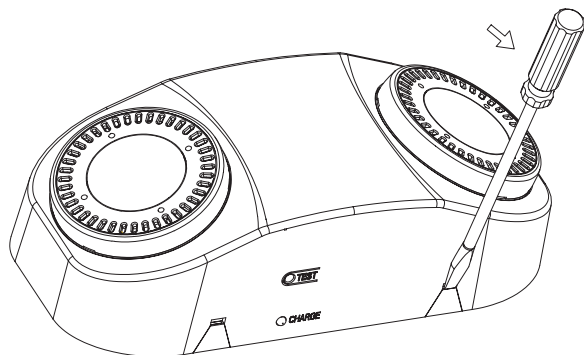

Figure 1
1. Use flat blade screwdriver insert the two slots and pry off front cover from back plate (see Fig 1).
1. À l'aide d'un tournevis à lame plate, insérez-le dans les deux fentes et soulevez le couvercle avant de la plaque arrière (voir Fig. 1).